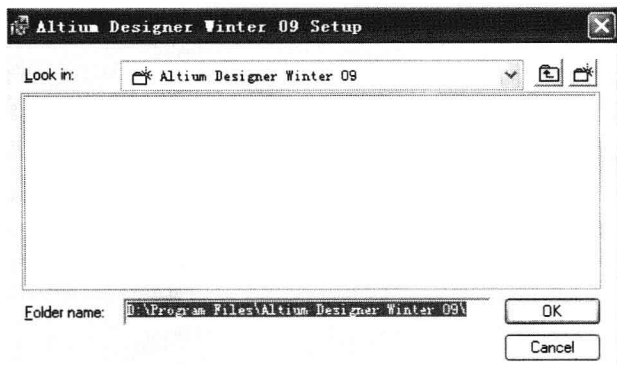

图 1-6 安装路径选择对话框
(6) 在 Destination Folder 窗口中的 Destination Folder 区域显示了即将安装 Altium Designer Winter 09 的安装路径, 若想更改安装路径, 单击 Browse 按钮, 打开如图 1-6 所示的安装路径选择对话框。